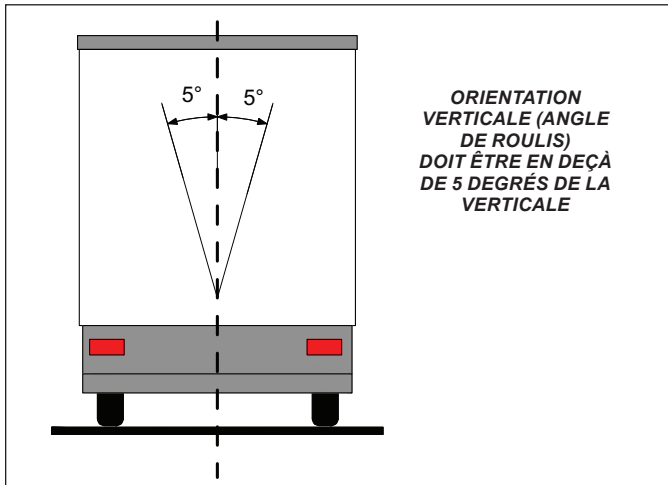

FIGURE 16 – MONTAGE SUR REMORQUE (VERTICAL)
1. Monter le module TABS-6 Advanced MV selon les critères suivants (cf. Figures 16 à 18) :